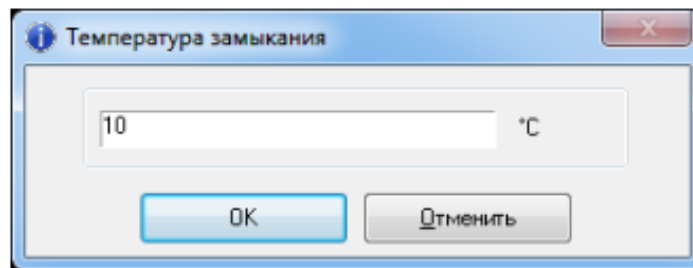

Рис. 5.6.26. Диалоговое окно задания температуры замыкания
3. В появившемся диалоговом окне (рис. 5.6.26.) необходимо задать значение температуры замыкания.